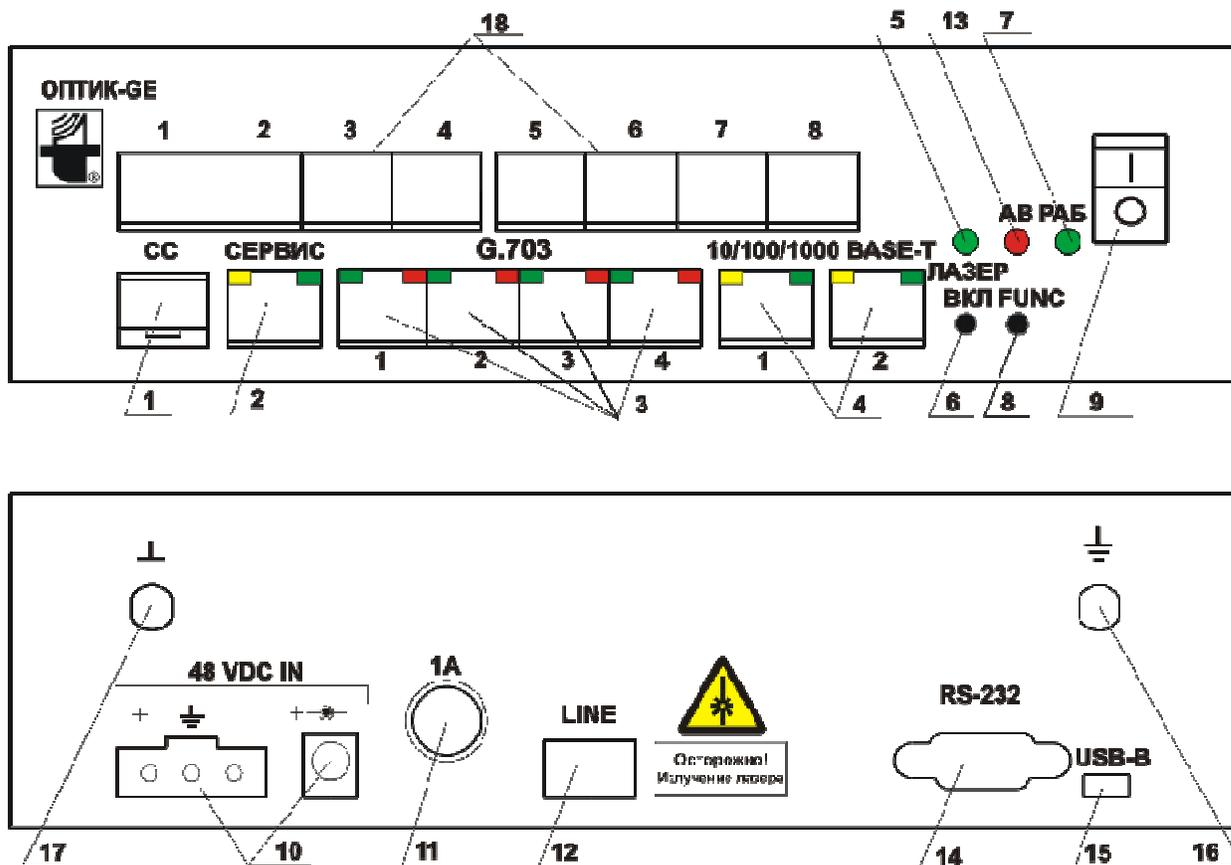

Рисунок 3- Внешний вид лицевой и обратной стороны блока
- **коммутатор** - для приема/передачи 4 внешних потоков E1 (поз.3 рис.3) и одного потока E1 для аналоговых стыков. Коммутатор предоставляет возможность размещения 5 потоков в любом из 32-х первичных информационных потоков E1 с линейной стороны (поз.12 рис.3). Таким образом облегчается коммутирование потоков E1 при работе с оборудованием Оптик-NGE старших моделей.